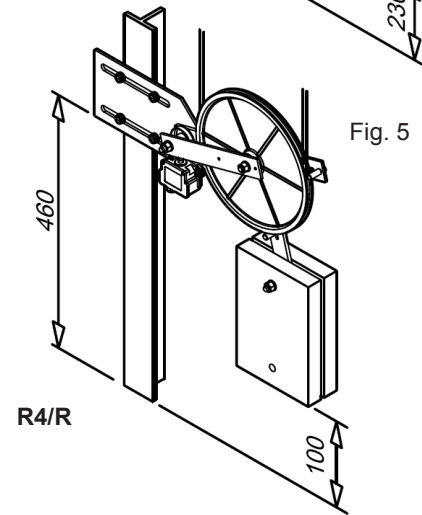

Fig. 5
- Nel modello con contrappeso verticale montare la staffa di fissaggio a circa 460mm (valore approssimativo: Fig. 5) dal fondo del pozzo.
- Nel modello con contrappeso verticale tenere una distanza di circa 100mm tra il contrappeso e il fondo del pozzo (Fig. 5).